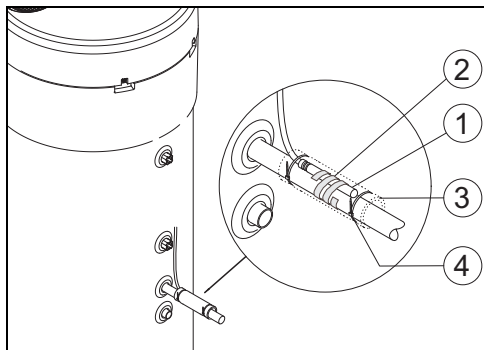

Fig. 8
- ▶ Positionner la sonde de température NTC de l'accessoire [1] comme indiqué dans la fig. 8.